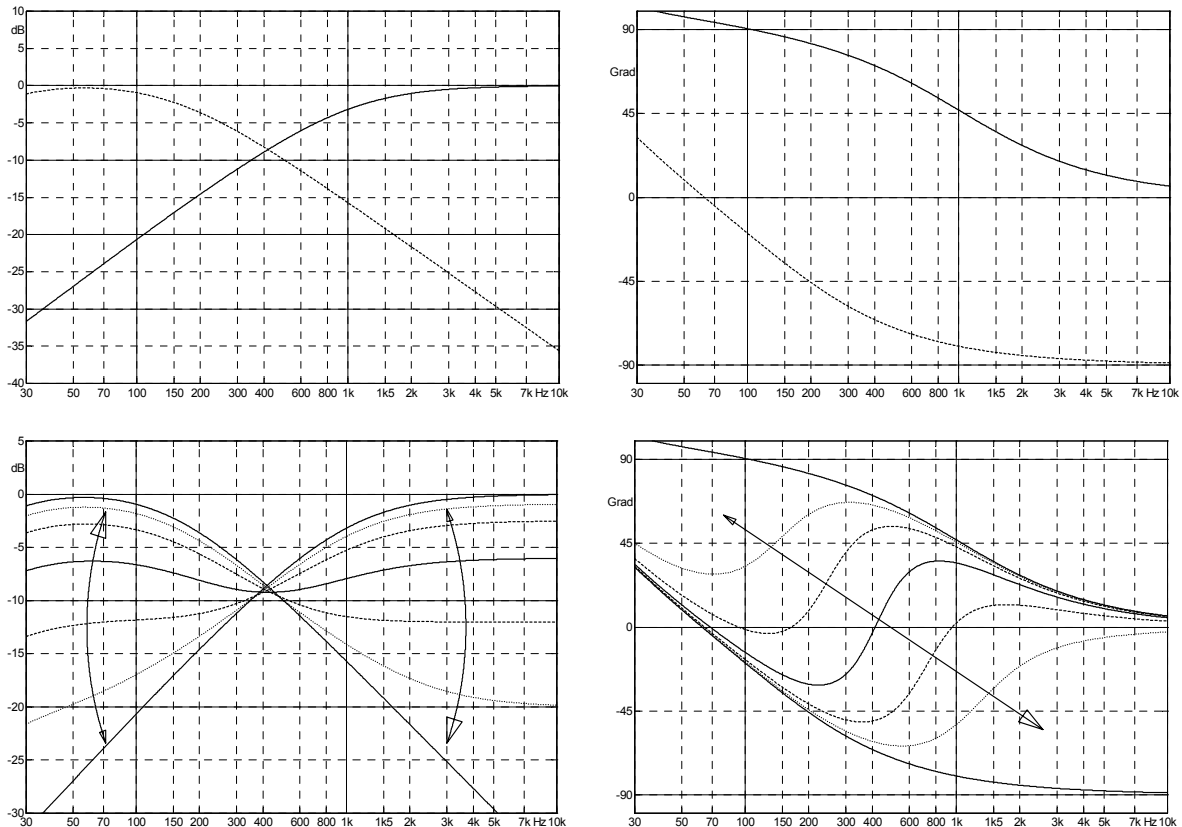
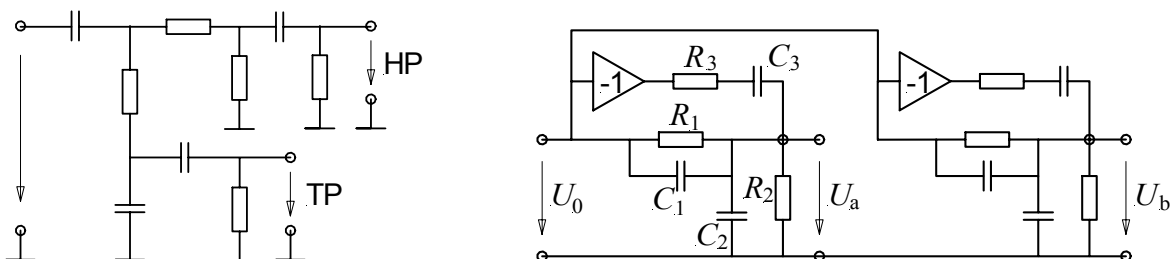

Abb. 10.8.14: Betrag- und Phasengang der Frequenzweiche (oben), und des Gesamtsystems (unten). 5G13.
Abb. 10.8.15: Frequenzweiche des Vibrasonic 5G13 (Fender, links), und des AC-30 (VOX, rechts).
Im Gegensatz zu den o.a. Amplitudenmodulatoren ist die um 1959 erstmals im **Vibrasonic** eingesetzte AM/FM-Schaltung nicht auf den ersten Blick zu verstehen. Hier durchläuft das Gitarrensignal eine **Frequenzweiche**, die es in einen Tiefpass- und einen Hochpasszweig♥ aufteilt. Beide Signalzweige werden vom LFO gegenläufig amplitudenmoduliert, sodass die Verstärker-Übertragungscharakteristik zwischen Hoch- und Tiefpass wechselt. Die Folge sind vor allem Änderungen in den Teiltonlautstärken, aber (in geringem Maße) auch Phasen- und damit Tonhöhenänderungen. Die Momentan-Kreisfrequenz  $\omega$  ist ja das zeitliche Differential des Phasenwinkels  $\varphi$  [3]. Da ein Hochpass erster Ordnung die Signalphase um bis zu  $90^\circ$  dreht, und ein Tiefpass erster Ordnung bis zu  $-90^\circ$ , entstehen beim Wechsel von Hoch- auf Tiefpassfilterung Phasendrehungen, die bei der fendertypischen Schaltung maximal ca.  $120^\circ$  betragen. Hiermit lassen sich Frequenzmodulationen bis zu einem Frequenzhub von ungefähr  $\pm 10$  Hz erzeugen, die zu durchaus wahrnehmbaren Tonhöhenänderungen führen können: Die Schwelle für eben wahrnehmbare Frequenzänderungen liegt für FM-Töne bei ca.  $\pm 2$  Hz [12]. In **Abb. 10.8.14** sind Betrags- und Phasengänge der Vibrasonic-Schaltung (5G13) dargestellt, das Schaltbild zeigt **Abb. 10.8.15**. Bei später gebauten Geräten (z.B. 6G13-A) entfiel der resistive Spannungsteiler im Hochpasszweig, der hierdurch ca. 7 dB gewinnt.
Die beim Vibrasonic et al. realisierte leichte **Frequenzmodulation** perfektioniert der VOX AC-30 (Abb. 10.8.15) mit einer von der Wurlitzer-Orgel [Petersen/Denney] übernommenen **Allpass**-Schaltung, die vor allem FM, aber kaum AM erzeugt. Das hierfür benötigte Filternetzwerk ist mit 6 Kondensatoren, 6 Widerständen und drei Verstärkern schon recht umfangreich, lässt sich aber zur Berechnung gut in einfache Teilsysteme zerlegen. Im Schaltbild sind zwei strukturgleiche aktive Allpässe zweiter Ordnung zu erkennen, die sich lediglich in ihren Bauteilwerten unterscheiden. Die Signalabbildung von  $U_0$  nach  $U_a$  wird schnell verständlich, wenn man zunächst  $R_3$  und  $C_3$  weglässt. Es bleibt dann ein kapazitiv überbrückter Spannungsteiler übrig, der durch vier Bauteile (vier Freiheitsgrade) bestimmt ist. Ein Freiheitsgrad ist das Widerstandsniveau, das röhrentypisch im 100-k $\Omega$ -Bereich gewählt wird. Der zweite Freiheitsgrad ist der Dämpfungsfaktor (ca. 3). Pol/NSt-Kompensation ergibt den dritten Freiheitsgrad ( $R_1C_1 = R_2C_2$ ), die Grenzfrequenz (ca. 1 kHz) den vierten. Heraus kommt ein passives System nullter (!) Ordnung, das im gesamten Frequenzbereich eine frequenzunabhängige Dämpfung (ca. 10 dB) erzeugt.
Ein **Allpass** ist ein Filter, das nur die Signalphase, aber nicht die Signalamplitude verändert. Dies wird erreicht, wenn der Zähler der Übertragungsfunktion konjugiert komplex zum Nenner der Übertragungsfunktion ist; die Beträge von Zähler und Nenner sind dann gleich, der Betrag der Übertragungsfunktion ist eine Konstante (d.h. nicht von  $\omega$  abhängig). Im Fall der o.a. Filterschaltung (Abb. 10.8.15) entsteht ein Allpass zweiter Ordnung, dessen Zähler- und Nennerpolynom  $p$  in maximal zweiter Potenz enthält:
Ein Allpass alleine erzeugt aber noch keine Frequenzmodulation (FM), er bewirkt lediglich eine stationäre (zeitinvariante) Phasendrehung. Deshalb ist ergänzend ein zweiter Allpass vorhanden (Abb. 10.8.15), dessen Grenzfrequenz sich von der des ersten um den Faktor 4.5 unterscheidet (1040Hz vs. 4700Hz). Zwischen den Ausgangssignalen besteht somit eine wesentliche Phasendifferenz, woraus sich beim LFO-gesteuerten pendelnden Überblenden zwischen den Allpass-Ausgängen eine zeitvariante Phasendrehung ergibt. Nimmt man für die Phasenmodulation näherungsweise einen sinusförmigen Verlauf an, entspricht der Maximalwert der hierdurch gleichzeitig verursachten Frequenzmodulation dem Produkt von Modulationsfrequenz (LFO-Frequenz) und Phasenhub:  $\Delta f = f_{\text{mod}} \cdot \hat{\phi}$ . Mit  $f_{\text{mod}} = 10$  Hz und einem maximalen Phasenhub von  $55^\circ (= 0.3\pi)$  ergibt sich ein Frequenzhub von  $\Delta f = \pm 9.4$  Hz.